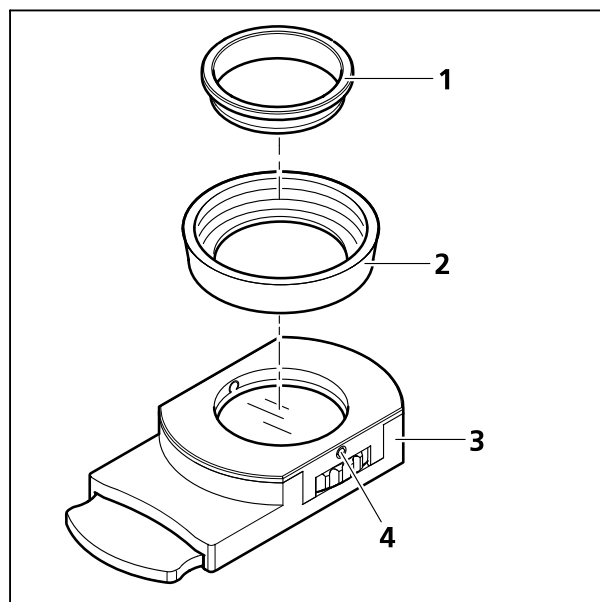

Fig. 10 Pose de la bague de recouvrement dans le coulisseau
- Tournez le coulisseau (Fig. 10/3) pour amener sa face inférieure en haut. Desserrez la vis de blocage (Fig. 10/4) de la bague de retenue (Fig. 10/1) et sortez celle-ci en la soulevant.
- Déposez la bague de recouvrement (Fig. 10/2) dans le coulisseau (Fig. 10/3), face supérieure dirigée vers le bas.
- Déposez la bague de retenue (Fig. 10/1) dans le coulisseau et immobilisez-la avec la vis de blocage (Fig. 10/4).